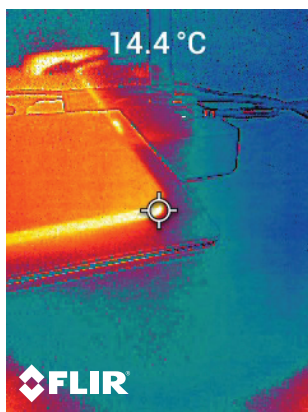

Figura 8.1 Imagen de la cámara térmica con lectura de temperatura específica.
2. Apunte la cámara, explore una superficie de prueba y anote la medición de temperatura objetivo en la pantalla en °C o °F; consulte la **figura 8.1**. Las unidades de temperatura se pueden cambiar en el menú *SETTINGS* (Configuración) > *GENERAL SETTINGS* (Configuración general) (sección 11.6).